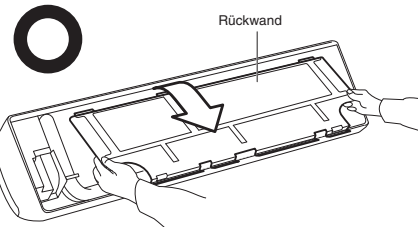

Abb. 3-73
- (3) Die Rückwand an den in Abb. 3-73 gezeigten Stellen fassen und durch Ziehen in Pfeilrichtung abnehmen.